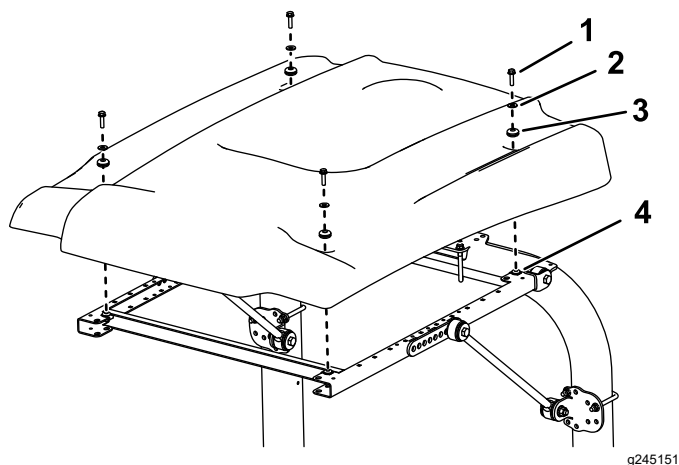

Bild 49
9. Positionieren Sie das Sonnendach beim Ausfluchten der Befestigungslöcher am Rahmen wie in Bild 49 abgebildet.
10. Befestigen Sie jede Ecke des Sonnendachs mit einer Bundkopfschraube (5/16" x 1 1/4"), einer kleinen Scheiben und einer Scheibe lose am Rahmen (Bild 49).